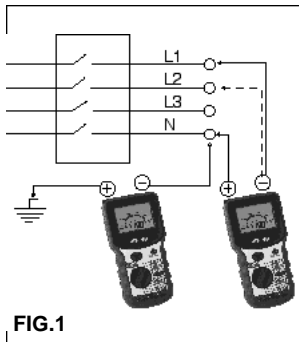

FIG.1
### Tests d'isolation (M) (voir fig. 1)